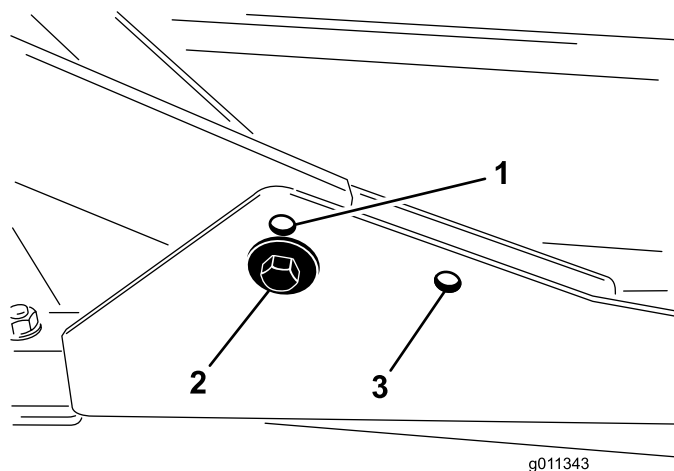

Рисунок 7
1. Для высоты скашивания в диапазоне от 2,0 до 7,6 см передние несущие рамы следует закрепить в нижних передних монтажных отверстиях (Рисунок 7).
верхних передних монтажных отверстиях (Рисунок 7).
Для любой высоты скашивания закрепите режущую деку в задних монтажных отверстиях (Рисунок 7).